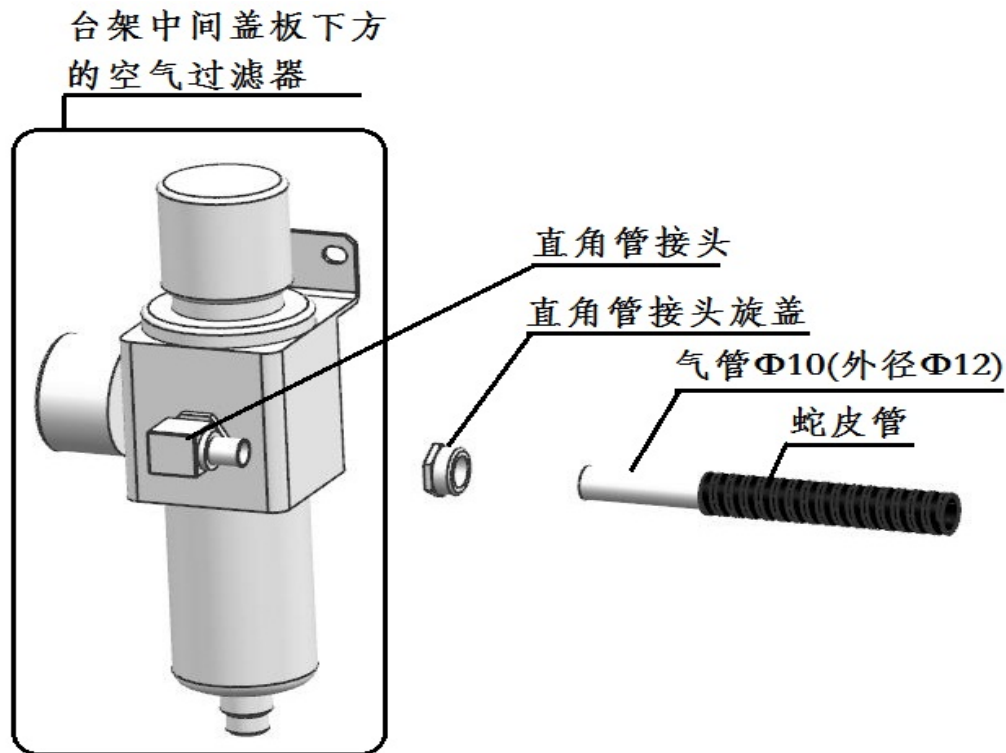

图 3.8
(6)、用六角扳手打开中间盖板，将气管一端接到电缆沟里的气管接口位置；另一端如图 3.8 所示，将直角管接头旋盖从直角管接头中拆下并套进气管，气管接到空气过滤器上的直角管接头，最后拧紧旋盖。气管须用包塑金属套管（黑色蛇皮管）包裹。